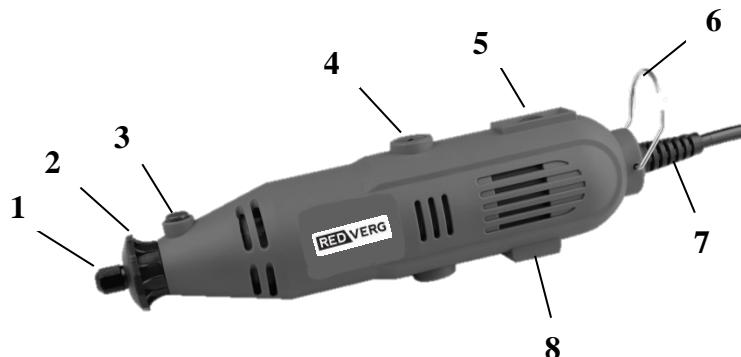

Рис.1
- Отвинтите фиксирующую гайку(2)(рис.1).
- Установите штатив (12) на верстак используя фиксирующий зажим(11)(рис.1 и рис.4).
- Теперь многофункциональную машину можно подвесить с помощью скобы(6)(рис.1)на штативе и используя гибкий вал (9)(рис.1 и рис.4)выполнять работу.
Нажмите кнопку ВКЛ./ВЫКЛ. (8)(рис.1 и рис.5). Выберите скорость при помощи переключателя скорости (5)(рис.1 и рис.6). Наилучших результатов можно достичь, не нажимая на инструмент, а поддерживая постоянные обороты в минуту.